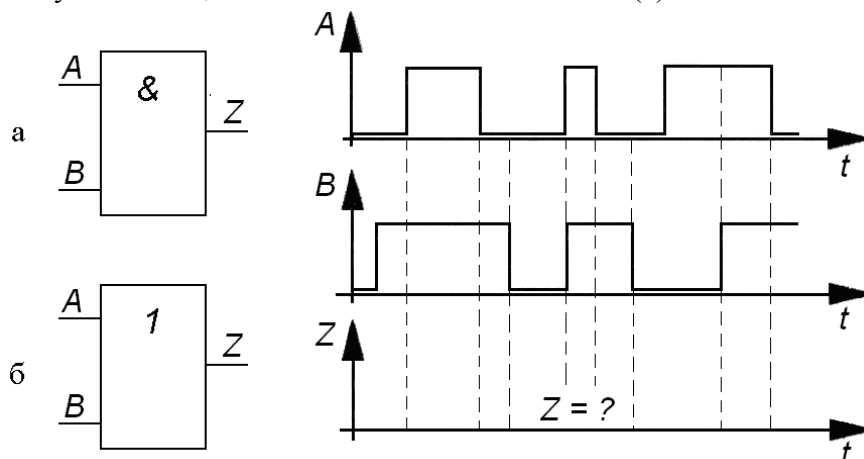

Рис. 3. Связь двух входных сигналов A и B .
34. Временные диаграммы входов A и B представлены на рис. 3. Изобразите временную диаграмму выхода Z , если A и B входы элемента И (а).
35. Временные диаграммы входов A и B представлены на рис. 3. Изобразите временную диаграмму выхода Z , если A и B входы элемента ИЛИ (б).